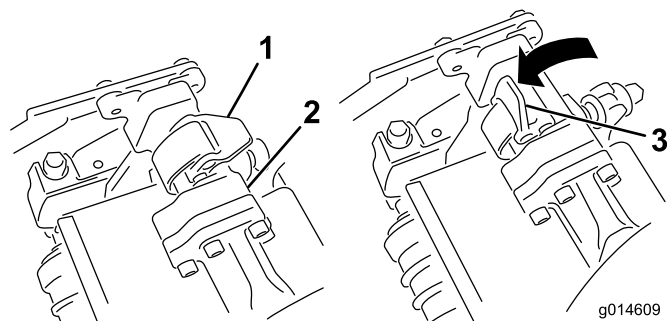
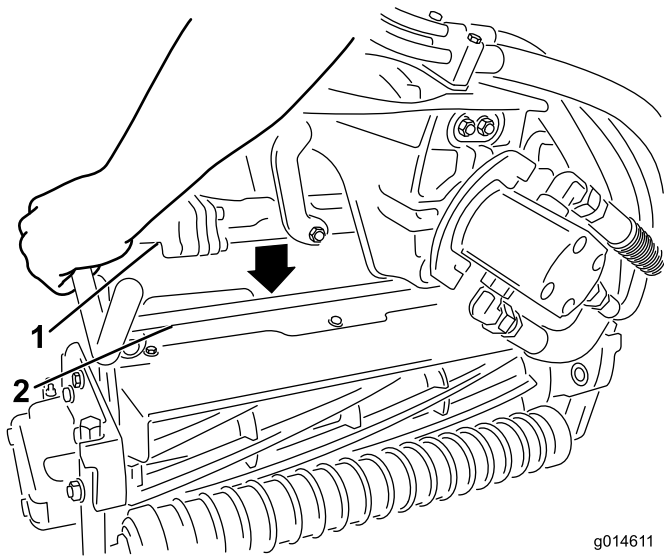

Figura 33
Figura 34
- Con i fermi del braccio di sospensione rivolti verso l'alto (cioè aperti) (Figura 33), premete il braccio di sospensione verso il basso in modo che la barra si inserisca nella barra della parte superiore dell'apparato di taglio (Figura 34).
5. Chiudete i fermi spostandoli verso il basso e attorno alla barra dell'apparato di taglio, quindi bloccateli in posizione (Figura 33).
5. Aprite i fermi sulla barra del braccio di sospensione dell'apparato di taglio che state rimuovendo (Figura 33).